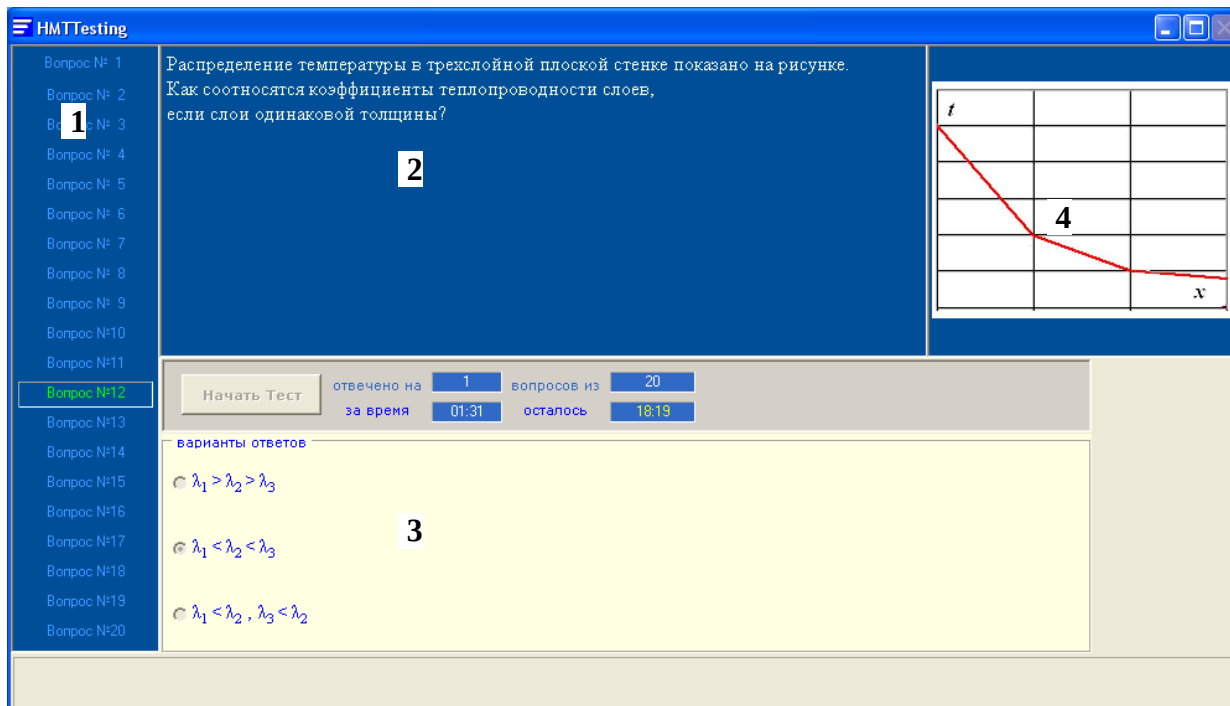

Рис.1. Вид окна программы
- в левой части окна программы (рис.1) расположен список вопросов (поле 1) с 1-ого по 20-ый, при наведении курсора “мыши” на определенный вопрос в поле 1 (Вопрос №1, Вопрос №2 и т.д.), само название вопроса в поле 1 визуально выделяется зеленым цветом и обрамляется рамкой, а в окошке текстового вывода 2 появляется текст соответствующего вопроса, и в нижней части окна программы в поле 3 появляются три варианта ответа на него;
- в правом верхнем поле 4, рис.1 совместно с любым из 20-ти вопросов при необходимости можно размещать любые графические объекты (рисунки, графики, формулы в виде изображения размером 250 на 250 пикселей).